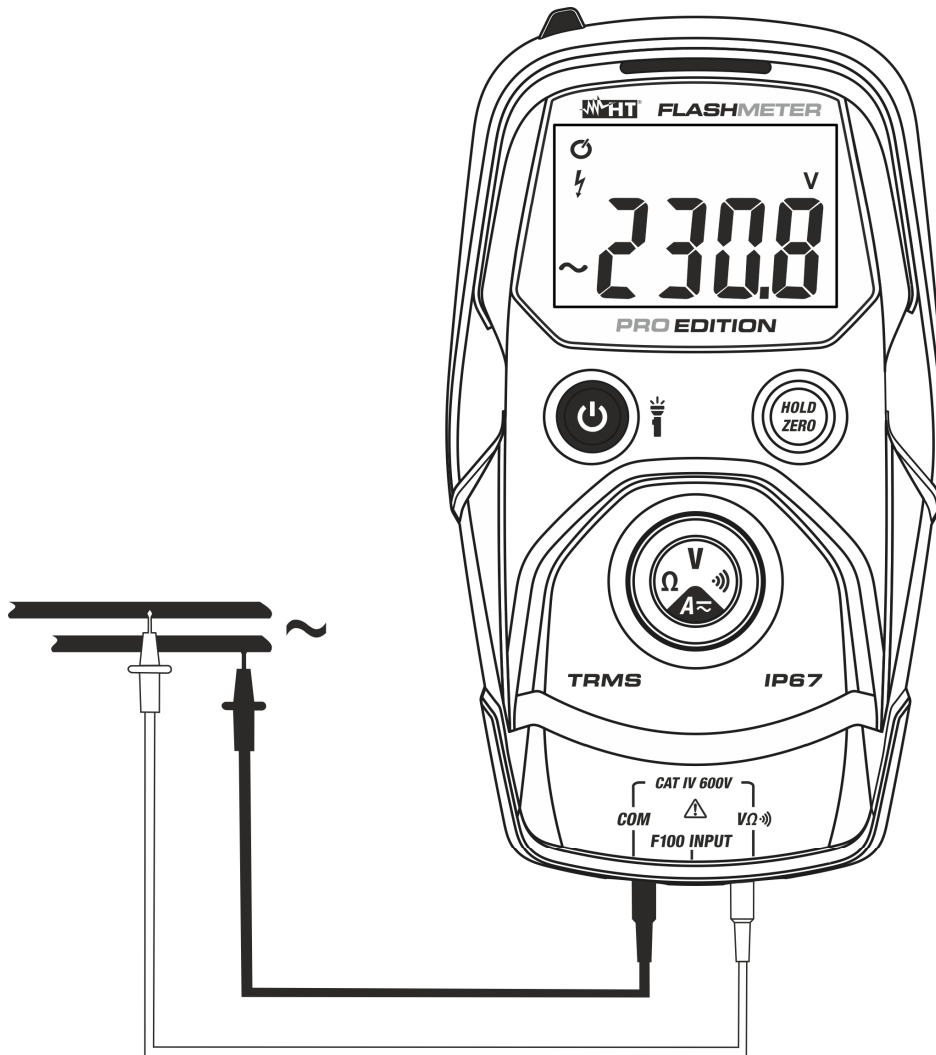

Fig. 4: Uso do instrumento para a medição de Tensões CA
3. Colocar as ponteiros nos pontos pretendidos do circuito em exame (ver Fig. 4). O instrumento coloca-se automaticamente na medição de tensão CA para **valor > cerca de 1.5V**. O valor da tensão é apresentado no display.